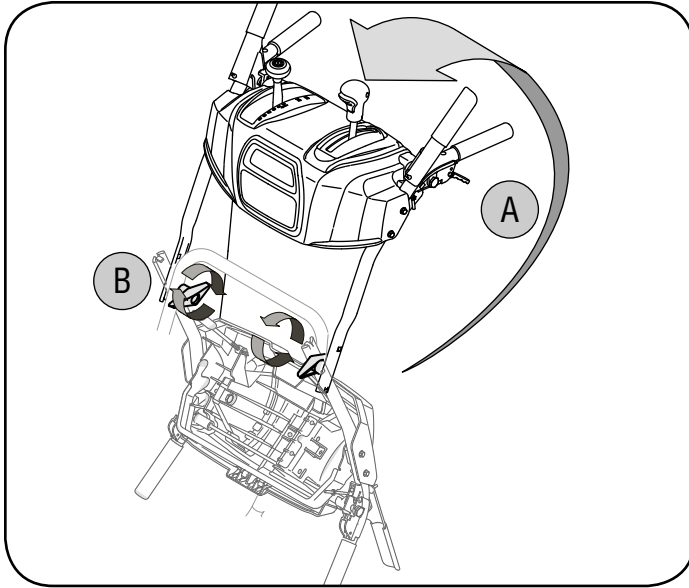

Figura 1
- a. Tire hacia arriba y hacia atrás de la manija superior, tal y como se muestra en la figura 1. Alinee la manija superior con la manija inferior.